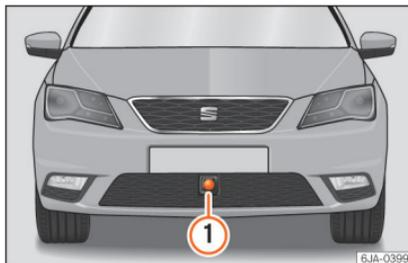

Abb. 224 Im vorderen Stoßfänger: Radarsensor.
Zur Erfassung der Verkehrssituation ist im vorderen Stoßfänger ein Radarsensor eingebaut »» **Abb. 224** ①.